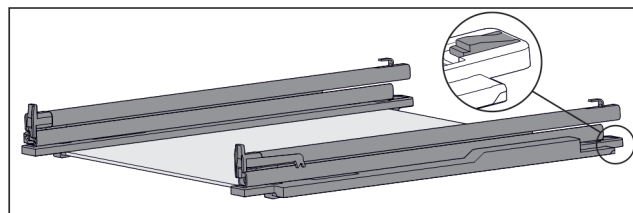

Fig. 132 Płyta szklana z szynami i elementami mocującymi
- Docisnąć element mocujący z tyłu do dołu (patrz Fig. 132) i jednocześnie wsunąć szynę do tyłu.